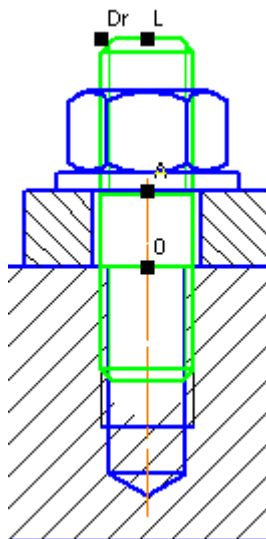

Рисунок16 – Диалоговое окно и вставка гайки
11. Измените за ручку  $L$  длину шпильки так, чтобы запас резьбы шпильки был примерно  $0,5d$  (Рисунок16):